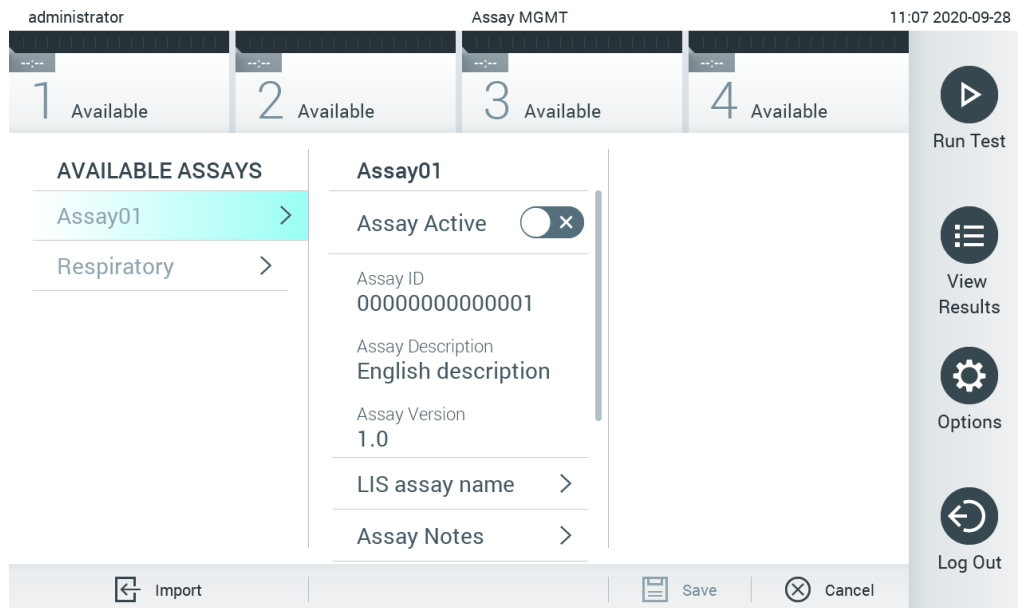

Figura 66. Tela Assay Management (Gerenciamento de ensaios).
2. Para importar o(s) novo(s) ensaio(s) para o QIAstat-Dx Analyzer 1.0, pressione o botão **Options** (Opções) e, em seguida, o botão **Assay Management** (Gerenciamento de ensaios). A tela **Assay Management** (Gerenciamento de ensaios) é exibida na área de conteúdo da tela (Figura 66).